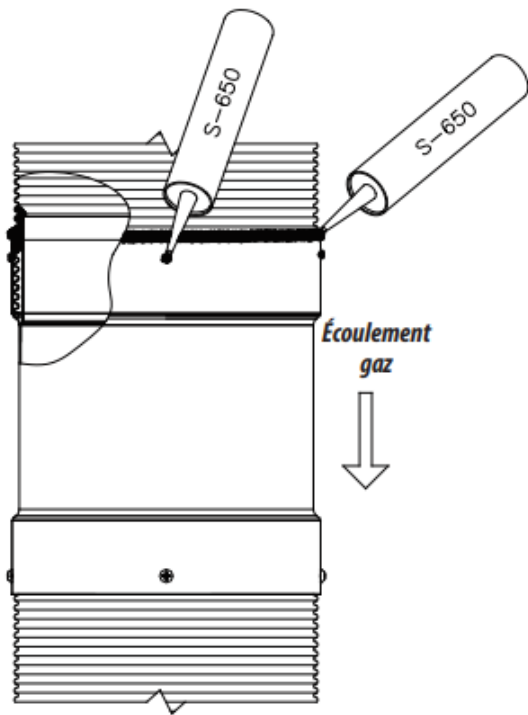

Figure 23 - Scellant Seal Flex Flex S-650
3.3. Poussez l'adaptateur sur la doublure à fond, jusqu'à ce que vous ne puissiez pas voir la marque faite sur la doublure flexible plus tôt. Ajoutez un cordon de Scellant rouge S-650 tout autour de la jonction extérieure de l'adaptateur et de la doublure flexible pour vous assurer que tout est bien scellé. Ajoutez également les trous de vis (Figure 23).